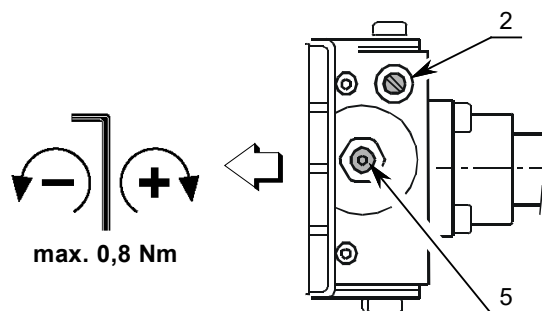

Fig. 7
- draai de schroef 2)(Fig. 7) los en sluit een manometer aan;